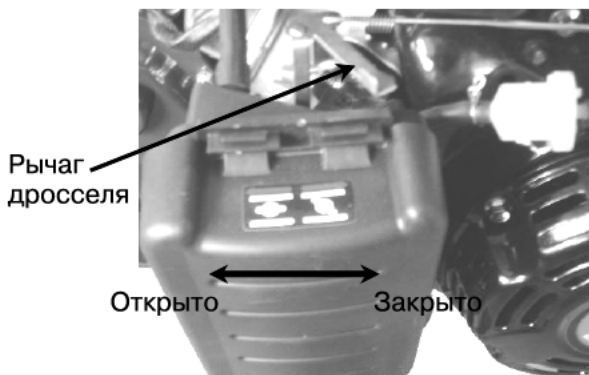

Рис.8
1) Передвиньте рычаг дросселя в положение CLOSE (закрыто) (Рис. 8)
не дергайте рукоятку стартера на работающем двигателе, так как это может повредить двигатель. Если рычаг дросселя находится в положении "CLOSE", поверните рычаг дросселя в положение "OPEN" после того, как двигатель проработает 2 минуты. (Рис. 8)